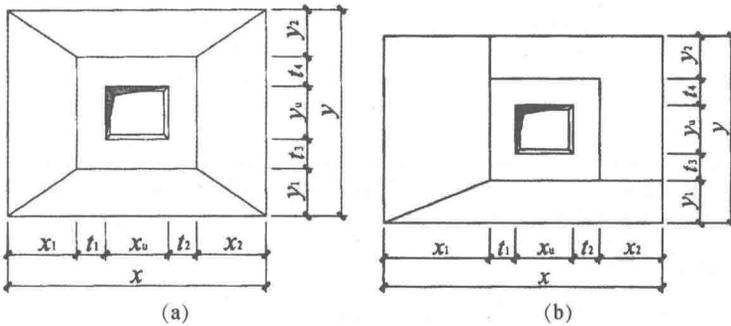

图 1-15 坡形截面杯口独立基础原位标注
② 坡形截面。坡形截面杯口独立基础原位标注识图，如图 1-15 所示。